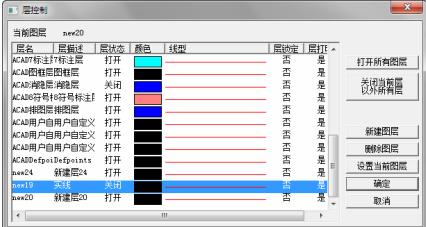

图 4-27 “层控制”对话框
9) 隐藏生成的刀具轨迹。为了方便选取轮廓，应隐藏生成的刀具轨迹。选择下拉菜单“格式”→“层控制”命令，或直接单击“数控车工具”工具栏中的“层控制”按钮，系统弹出“层控制”对话框。将端面加工所在的层关闭，如图 4-27 所示。单击“确定”按钮，即可完成隐藏生成的刀具轨迹的设置。